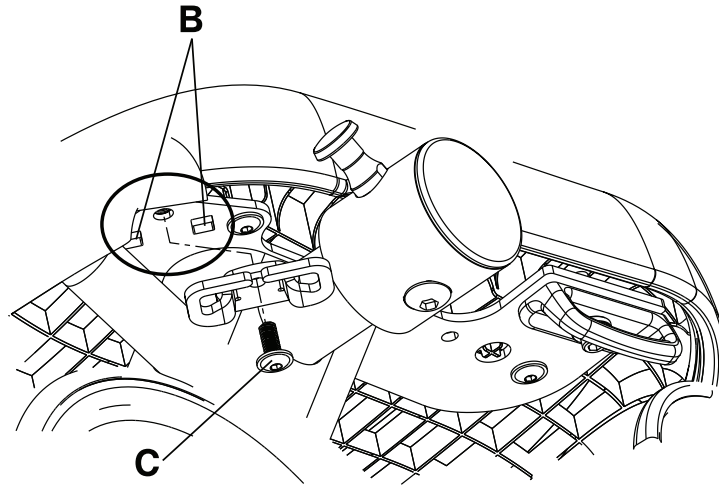

Figura 6-34: Montaggio della staffa per il fissaggio della cintura
- a. Inserire le due linguette (A) della staffa (Figura 6-33 a pagina 6-52) nei fori quadrati che si trovano nella piastra saldata (B) del telaio principale (Figura 6-34 a pagina 6-53).
- b. Applicare la vite con testa a bottone flangiata in dotazione (0004-671-0 00) (C) nel foro rotondo della staffa della cintura, per fissarla alla piastra saldata del telaio principale (B) (Figura 6-34 a pagina 6-53). Serrare la vite a  $70 \pm 10$  in-lb ( $8 \pm 1,1$  Nm) con la chiave dinamometrica da 3/8" e l'inserto esagonale da 3/16".